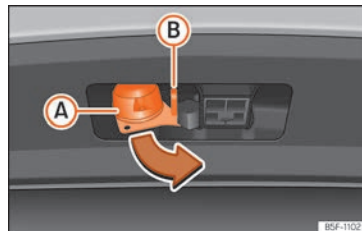

Fig. 179 Rodar o conector de 13 contactos
- Segure no conector pela zona **A** e retire-o no sentido da seta »» **Fig. 179**.
- Abra a tampa do conector **A** e ligue o reboque »» **Fig. 179**.
- Engate o cabo de retenção do reboque no olhal de segurança »» **Fig. 179 B**. Ao engatá-lo, o cabo de retenção deve **fletir** em todas as posições do reboque face ao veículo (curvas pronunciadas, marcha-atrás, etc.). »